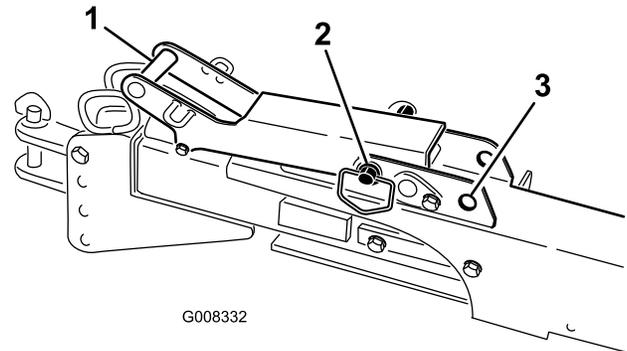

Bild 35
- Bei Verwendung der Anbauvorrichtung müssen Sie den Erdfropfen-Prozessor hinter das Fahrzeug positionieren, die Anbauvorrichtung einfahren und den Riegelgriffstift in die arretierte Stellung bewegen (Bild 35).